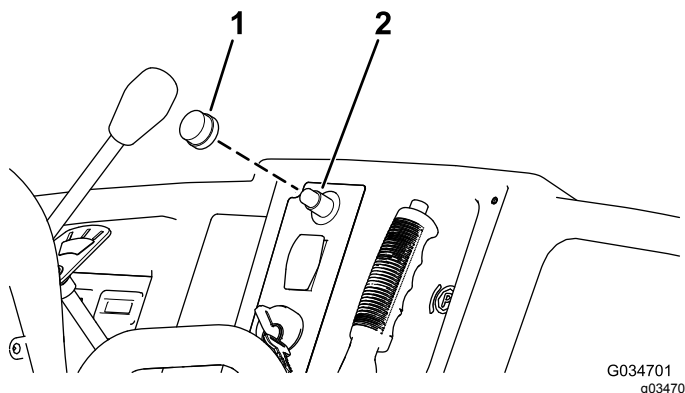

Figura 6
3. Instale el botón de goma en el interruptor del claxon (Figura 6).